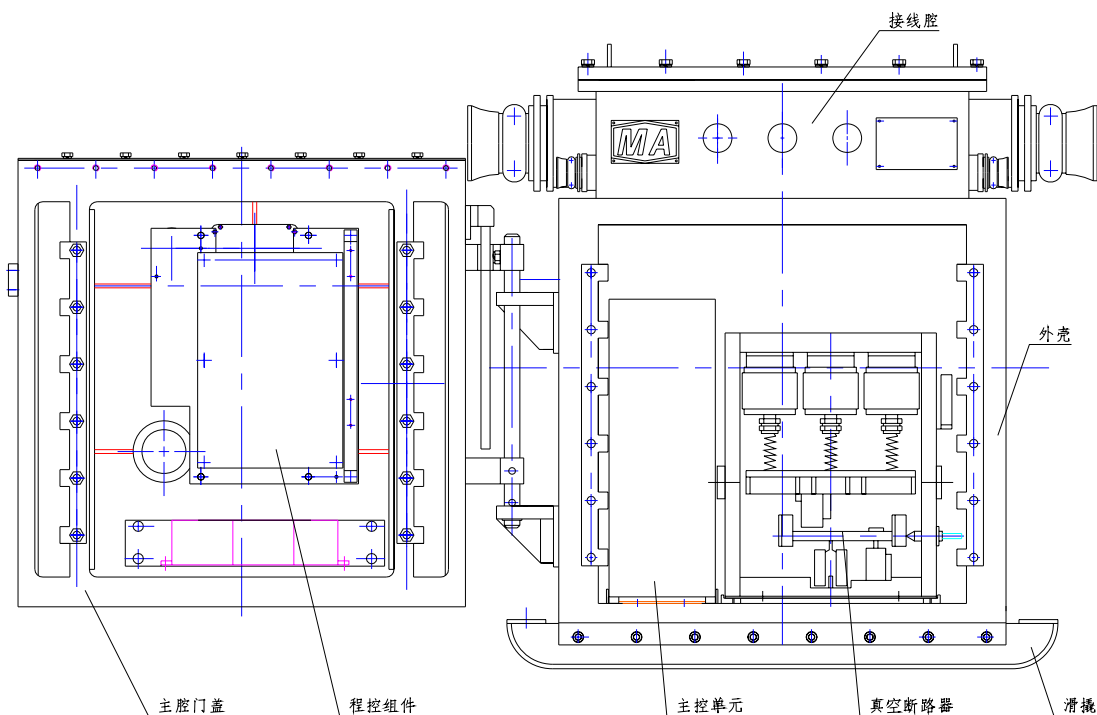

图 2 馈电开关构成图
2.1.2 馈电开关由座在滑撬上的方形隔爆外壳部件，固定在外壳主腔内的主控单元和通过铰链安装于外壳上的主腔门盖部件组成，见图 2。